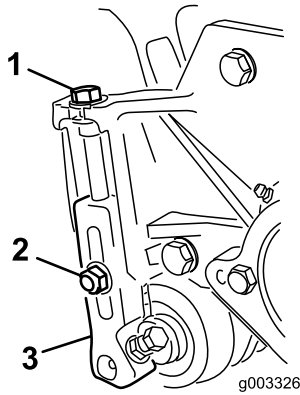

図 15
1. 刈り高ブラケットをカッティングユニットのサイドプレートに固定しているロックナットをゆるめる (図 15)。